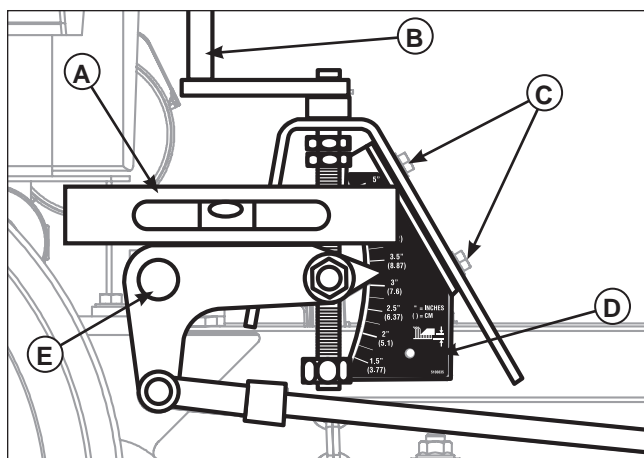
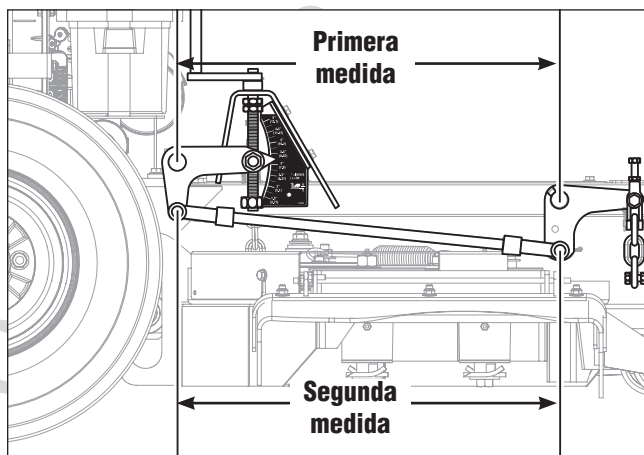

Figura 25. Posición de altura de la plataforma
Figura 26. Medida y ajuste del reglaje de la barra elevadora
2. Ponga un nivel (A, figura 25) en la parte superior del indicador de altura de corte (E) y ajuste el indicador de altura de corte hacia arriba o hacia abajo con el mango de ajuste de la altura de la plataforma (B) hasta que el indicador de altura de corte esté nivelado.
3. Suelte, pero no retire las piezas metálicas de la placa indicadora de altura (C) que fijan la placa indicadora de altura (D). Maniobre la placa del indicador de altura hacia arriba o hacia abajo hasta que los puntos del indicador de altura de corte marquen 8,26 cm (3,25"). Apriete las piezas metálicas de la placa del indicador de altura.
4. Consulte la figura 26. Para verificar el reglaje de la barra elevadora de la plataforma, mida y registre la distancia entre los pivotes de elevación y los pivotes de la barra. Repita en el otro lado de la unidad.